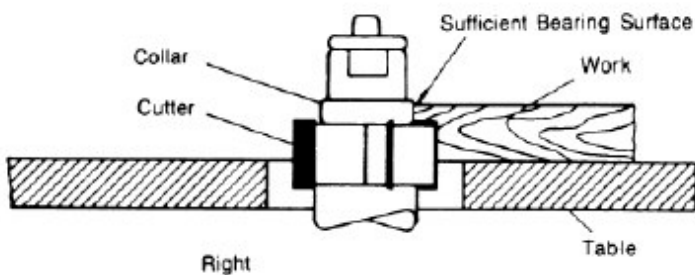

Abb.7-6: Ausreichende Auflagefläche
- Abbildung 7-6 zeigt eine ausreichende Auflagefläche.